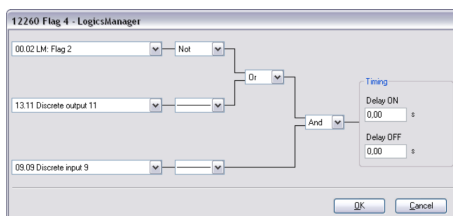

Abb. 250: LogicsManager-Funktion „Merker 4“
5. ➤ Konfigurieren Sie die LogicsManager-Funktion „Merker 4“ (siehe Abb. 250).